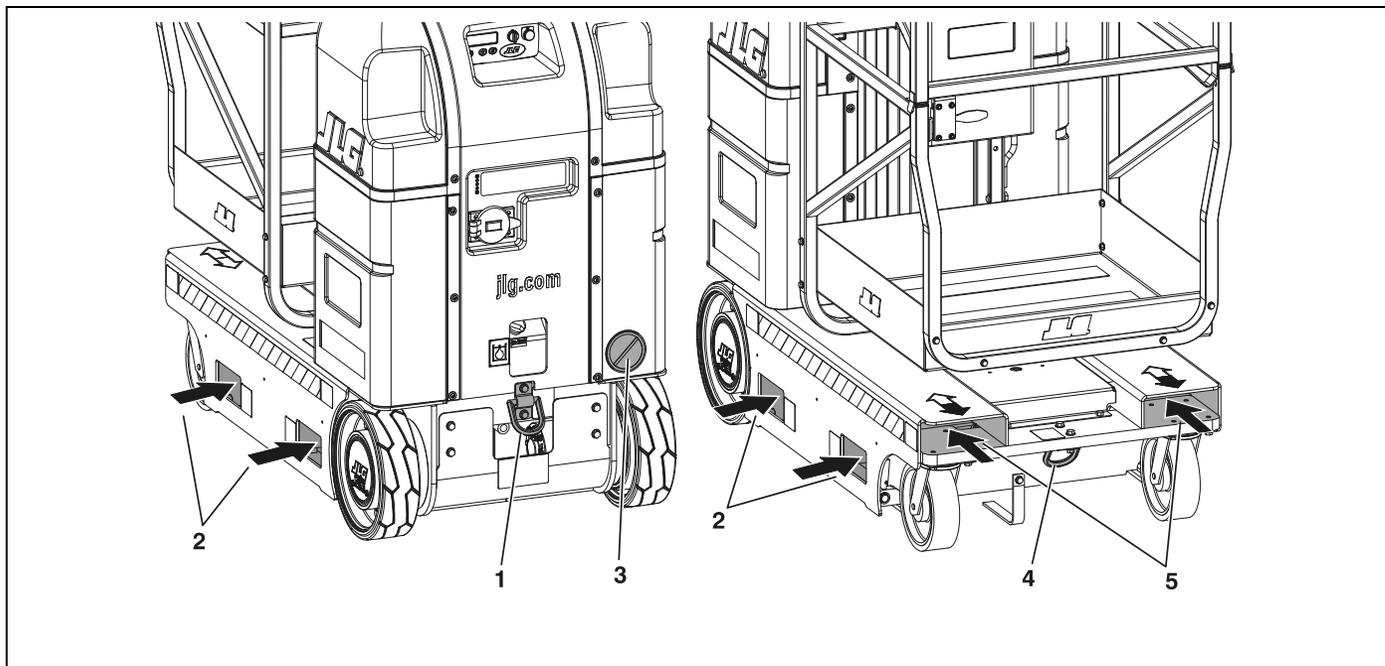

Figure 3-6. Emplacement des entrées de chariot à fourche et des anneaux d'arrimage de la machine.
1. Arrimer la machine avec une chaîne adéquate passée à travers les anneaux situés à l'avant et à l'arrière de la machine. (Voir la Figure 3-6.)
Tous les élévateurs modèles MVL et MSP sont équipés de larges entrées de fourche ménagées le long du support de base et également à travers les côtés de la base. (Voir la Figure 3-6.) La machine